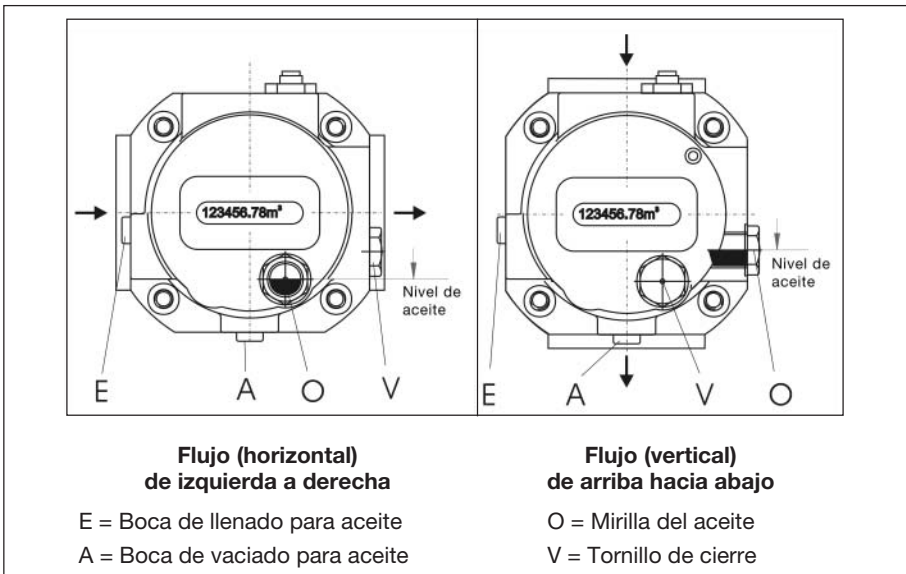

Figura 7: Posición de montaje horizontal y vertical, llenado del aceite e indicador del nivel de aceite en **tipo RVG-ST**
- En caso de **flujo horizontal**, se dispone de dos orificios de llenado de aceite E o V. El orificio de vaciado A se encuentra en el punto más bajo. La mirilla del aceite O se encuentra en la cara delantera del contador, debajo del totalizador (figura 7 izquierda).
- En caso de **flujo vertical**, sólo se dispone del orificio de llenado de aceite E. El orificio de vaciado A se encuentra en el punto más bajo. La mirilla del aceite está ahora situada en la tapa delantera del cuerpo (figura 7 derecha).